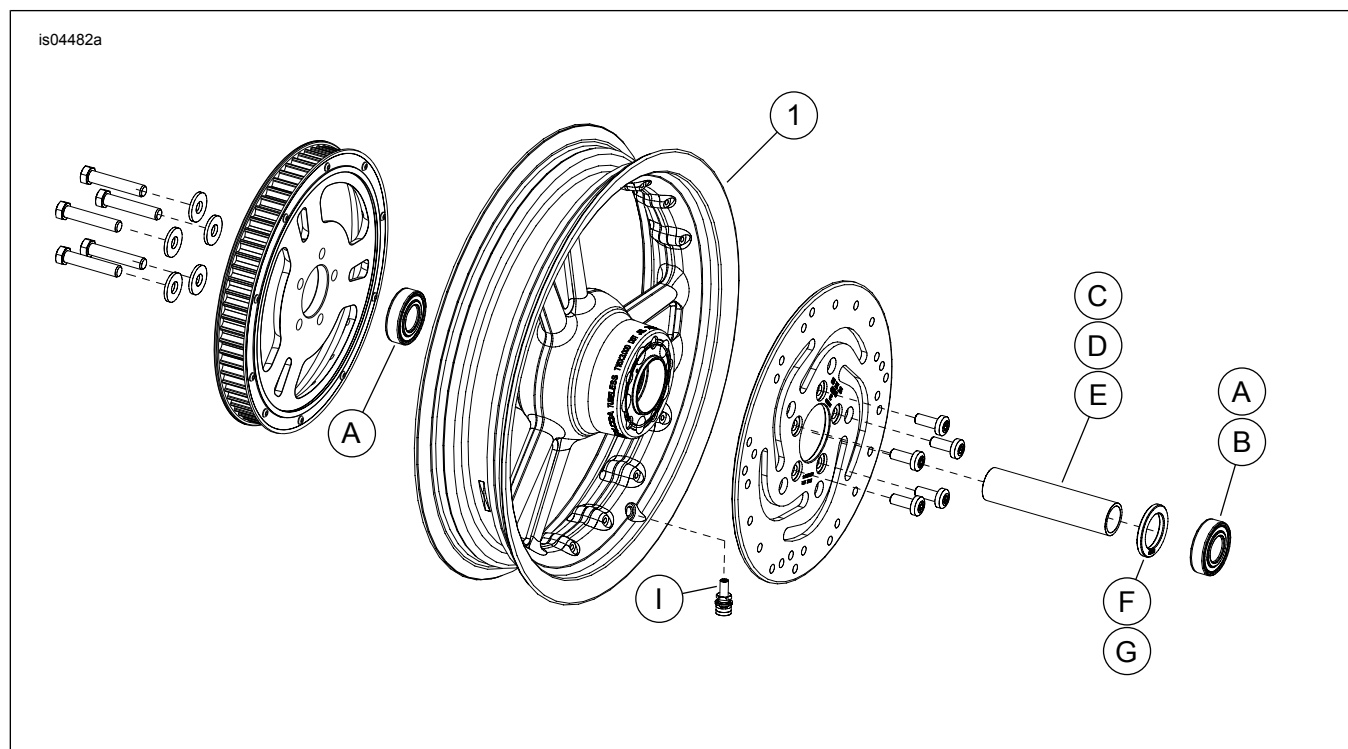

Figura 1. Piezas de servicio: Ruedas traseras Detonator (se muestra la de 16 pulg.)
Vea Figura 1 y Tabla 2.
2. Vea Figura 1. Instale el conjunto del vástago de la válvula (I) en la rueda. Vea NEUMÁTICOS en el Manual de servicio.